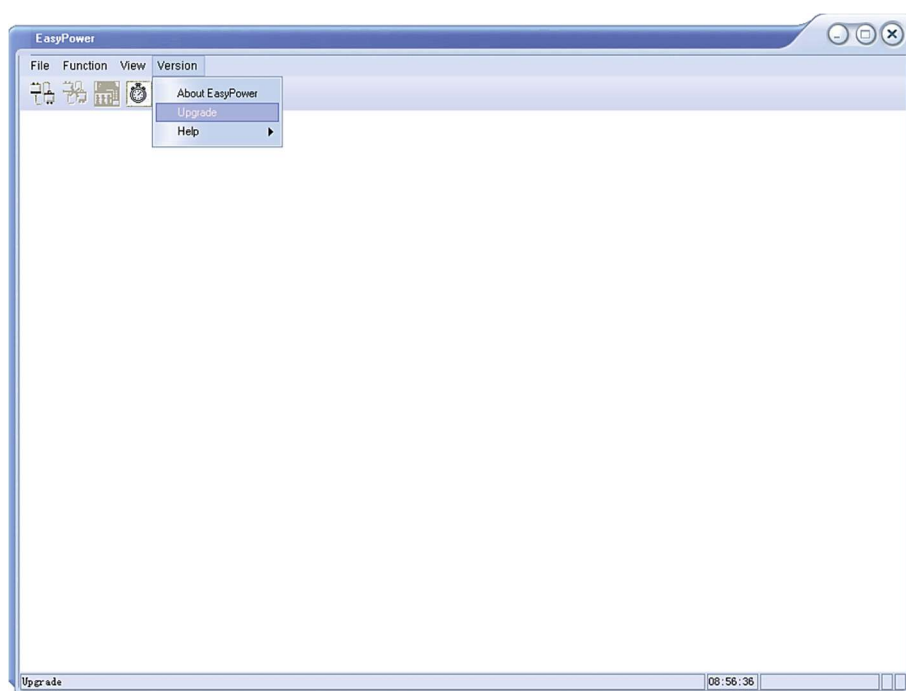

図 1
2. 「バージョン」をクリックし、ドロップダウンメニューから「アップグレード」を選択してファームウェアアップグレードダイアログに入ります。図 1 を参照：